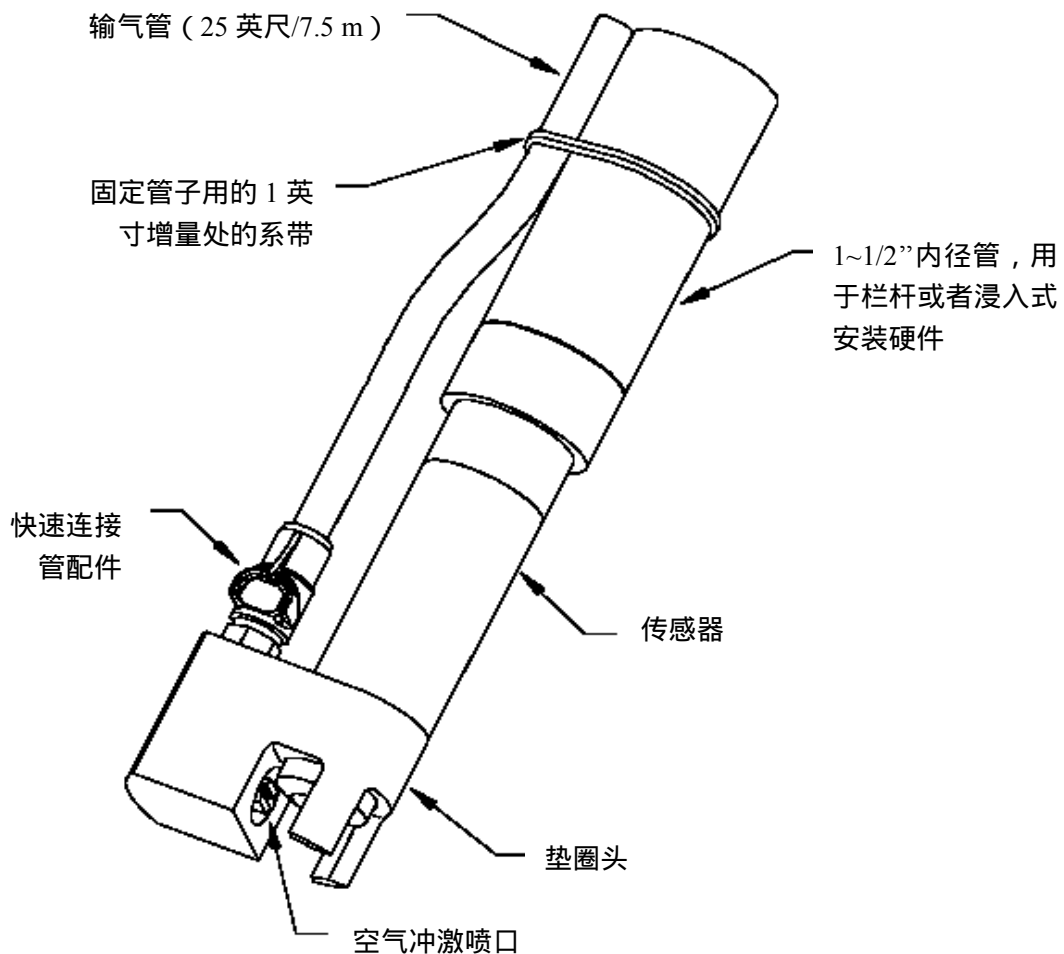
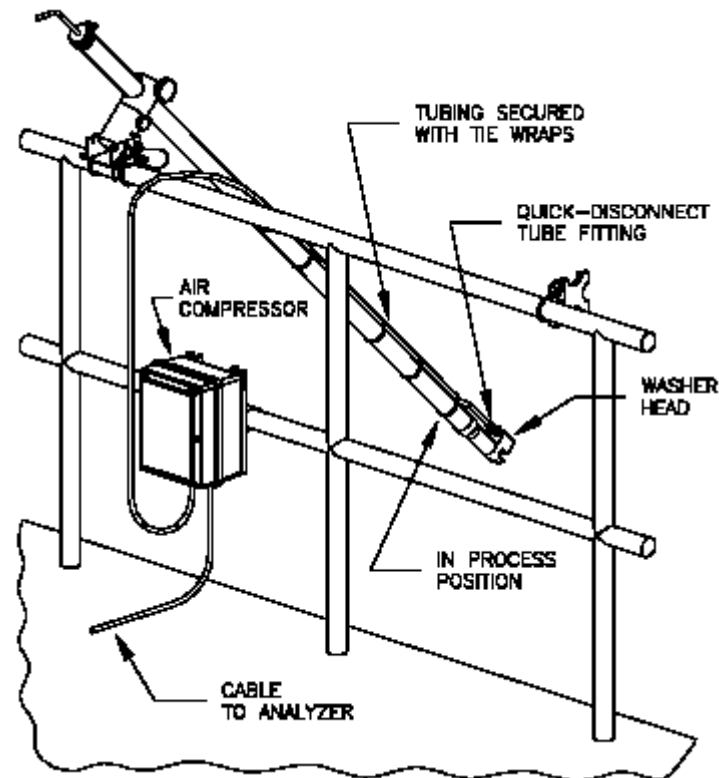

图 2-6 可选的垫圈头组件安装细节
图 2-7 空气压缩机位置示意图
您可能有一个可选的 GLI 垫片头组件(图 2-6)或者是自带的包括空气压缩机在内的空气冲击清洗系统(图 2-7)。要安装垫片组组件,参阅第 4.1 子小节;关于空气压缩机的安装详情参见第 4.2 节,包括 GLI D63、D53 或 D33 分析仪的接线指导。
1. 将空气压缩机放在靠近安装的传感器的地方 ( 图 2-7 )。不要扩展 GLI 清洗头的管超过其标准长度 25 英尺 ( 7.6 m )。这将防止空气压缩机超出容量和/或在空气输送的响应时间上性能下降。